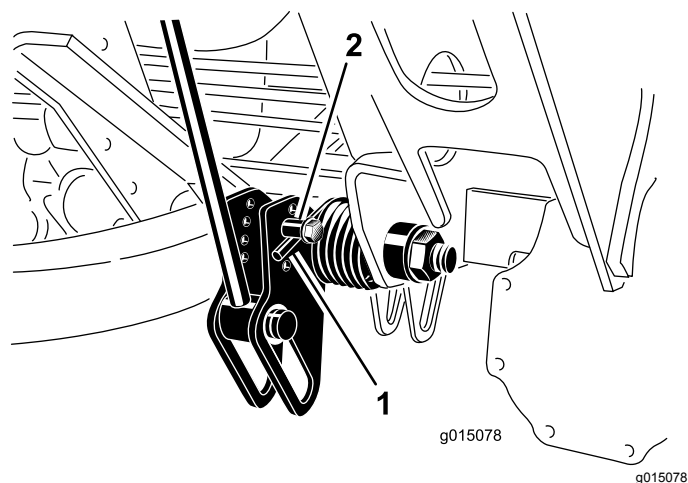

Figura 58
2. Infilate un tubo o un oggetto simile sull'estremità della molla lunga al fine di allentare la tensione della molla durante la messa a punto (Figura 58).
3. Mentre allentate la tensione della molla, togliete il bullone e il dado di bloccaggio che fissano l'attuatore della molla alla staffa (Figura 58).